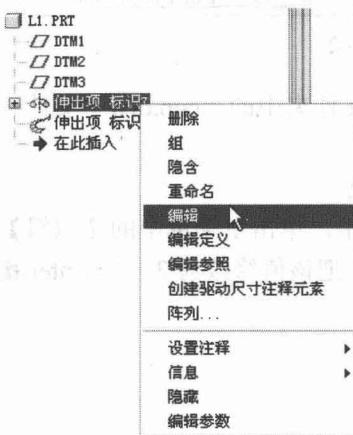

图 1-8
(4) 在当前 L1.PRT 操作窗口的模型树中，右击“伸出项标识 7”特征，单击快捷菜单中的【编辑】选项，如图 1-8 所示。